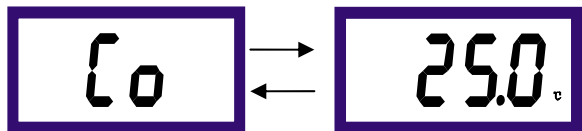

图 7-12
1、正常测量状态下按 **SET** 键，时进入温补设置状态，其显示状态如图 7-12 所示：